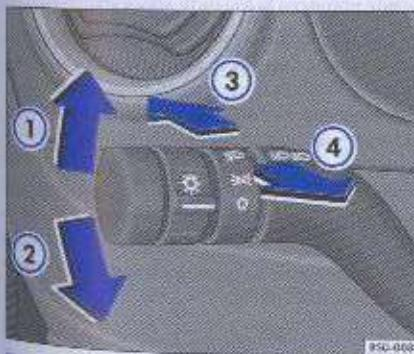

Fig. 67 Palanca de los indicadores de dirección y de conmutación de los faros
- Mueva la palanca hacia arriba hasta el tope → fig. 67 ①, para indicadores de dirección a la derecha, y hacia abajo ②, para indicadores de dirección a la izquierda. La luz correspondiente en el cuadro  o  parpadea también.
Para encender los faros de carretera / cruce²⁷⁾, presione la palanca → página 91, fig. 67 ③ en la dirección del cuadro, con el encendido conectado. Con los faros de carretera conectados, aparece en el cuadro una luz correspondiente al faro de carretera ⑥ y se apagan los faros de cruce → ⑦.
Para apagar, presione la palanca → página 91, fig. 67 ④ en la dirección del volante.
Con los faros apagados, presione la palanca en dirección al volante → página 91, fig. 67 ⑤, para accionar las señales de luces. Durante las señales de luces, se enciende la luz correspondiente al faro de carretera ⑥ en el cuadro.